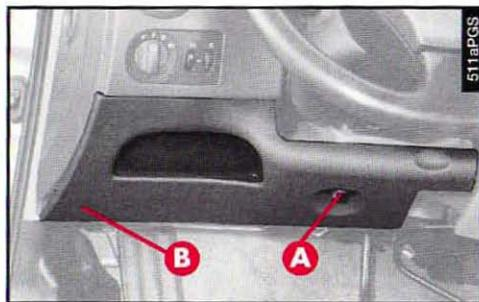

fig. 86
Pour y accéder, dévisser le bouton (A-fig. 86) et abaisser le panneau (B).